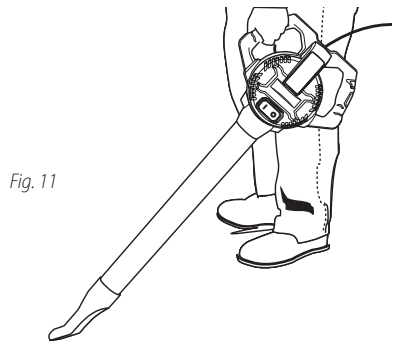

Fig. 11
26. La bonne position de travail consiste à tenir le souffleur **3** portable d'une main, le bras détendu, à votre côté. Le souffleur **3** portable comporte un angle adéquat qui permet de diriger le jet d'air vers le sol, devant vous. **Fig. 11.**